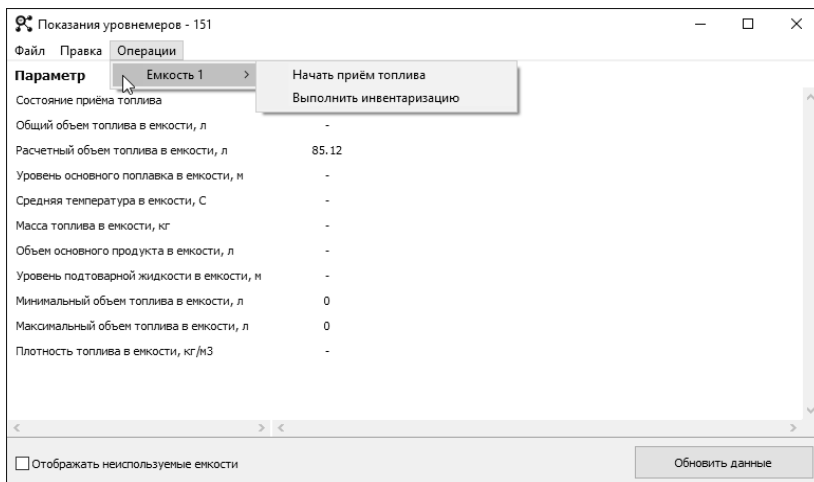

Рисунок 19
- для начала приема топлива выбрать команду "Начать прием топлива в емкость" (рисунок 19) и затем нажать "Ок" в окне "Подтверждение".